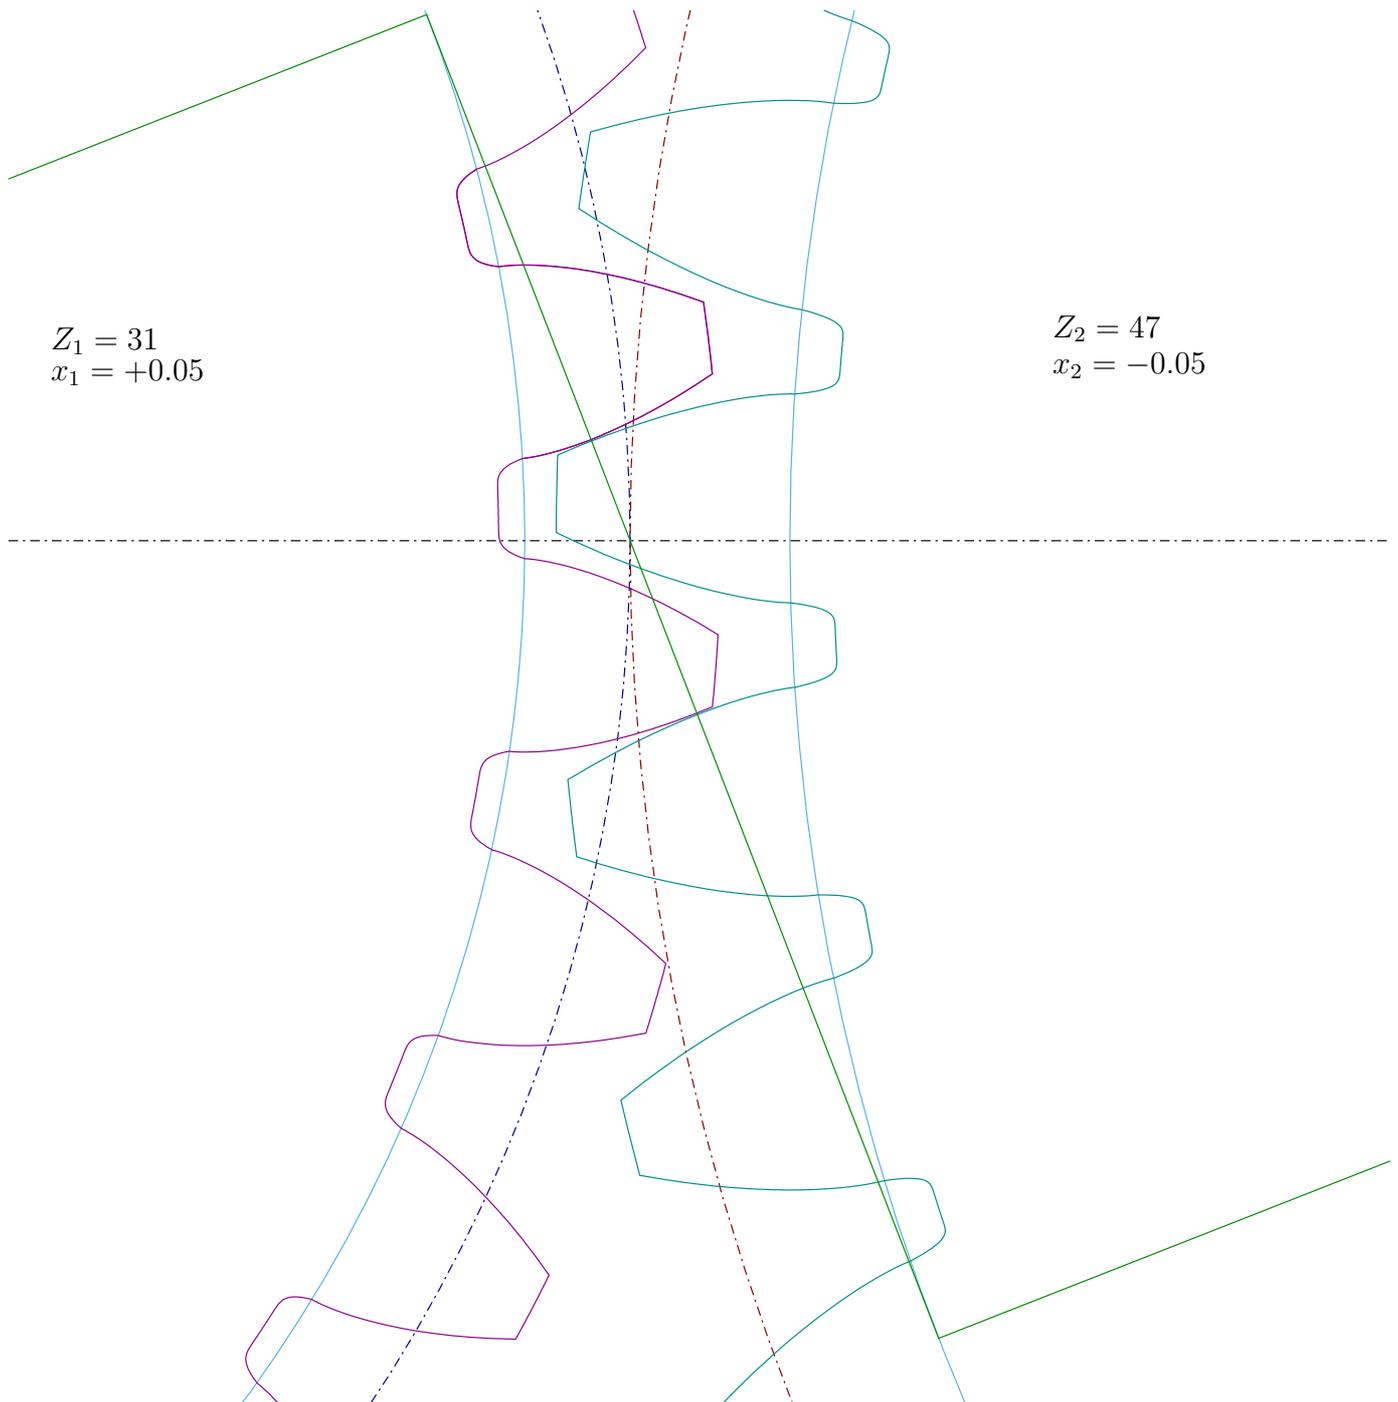

FIGURE 5 – Représentation du contact au niveau d'un engrenage.
La FIG. 5 représente le zoom de la zone de contact d'un engrenage entre les 2 roues dentées de nombres de dents $Z_1 = 31$ et $Z_2 = 47$ et de module $m_0 = 3$. Sur cette figure, vous visualisez les cercles de base et primitifs de chaque roue et la ligne d'action tangente aux cercles de base.
- 4) A la vue de la FIG. 5, le fonctionnement s'effectue t'il avec ou sans jeu ?